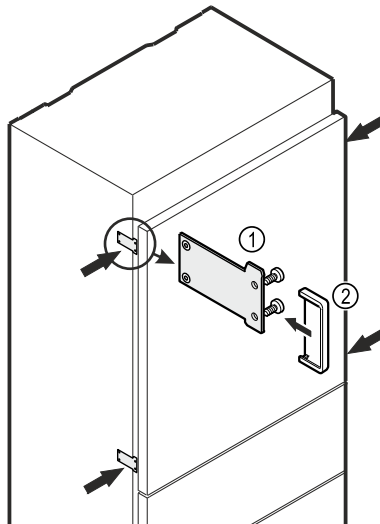

Fig. 23
- ▶ Gerät über Befestigungslaschen *Fig. 23 (1)* und je zwei Schrauben 4x16 mit dem Möbelkorpus verschrauben.
- ▶ Abdeckung *Fig. 23 (2)* montieren.